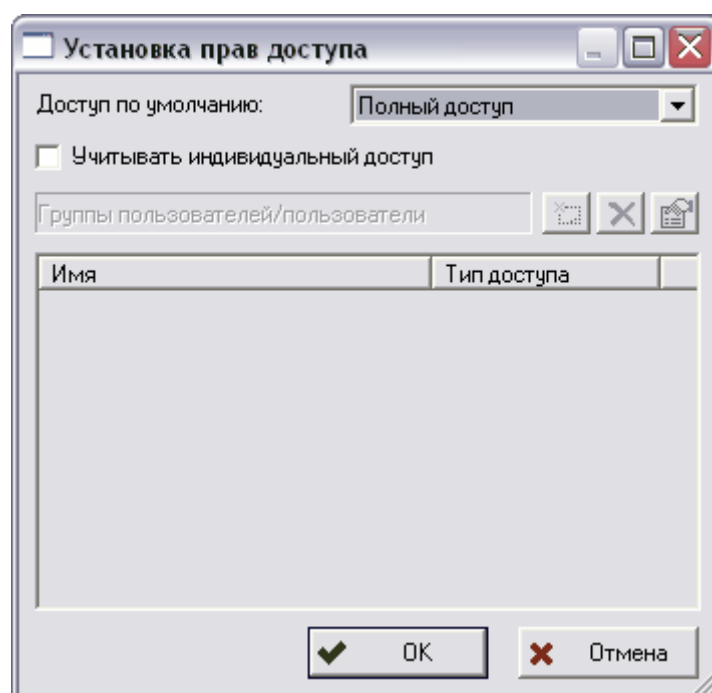

Рис. 274
3. Нажмите на кнопку **Назначить** для назначения доступа в соответствии с установленными флагами изменений или на кнопку **Отменить** для отмены действий. После этого появится окно установки доступа в соответствии с установленными флагами (Рис. 274).